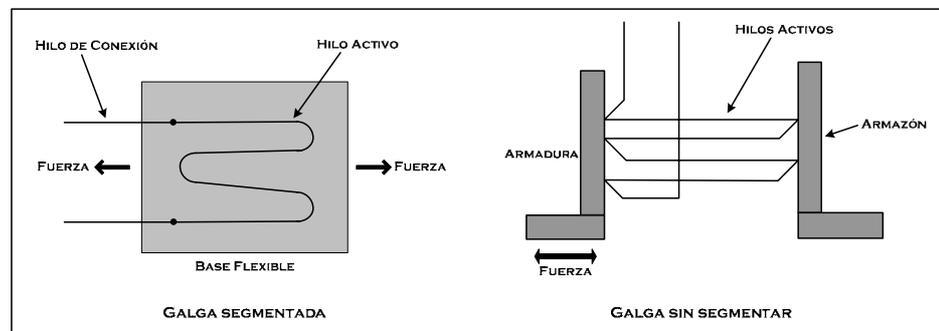

Figura 57: Tipos de Galgas [22]
- **Capacitivos.** Se basan en la variación de capacitancia (C) que se produce en un condensador al desplazarse una de sus capas debido a una presión.
- **Extensométricos (Strain gage).** Las galgas extensométricas (Ver figura 57) se basan en la variación de longitud y diámetro (resistencia), que se presenta cuando un hilo de resistencia se somete a una tensión mecánica ejercida por una presión. Existen dos clases de galgas, unas se conocen como galgas segmentadas y las otras se conocen como galgas sin segmentar. La galga hace parte de un puente Wheatstone y cualquier variación que mueva el diafragma del transductor cambia la resistencia de la galga y desequilibra el puente.